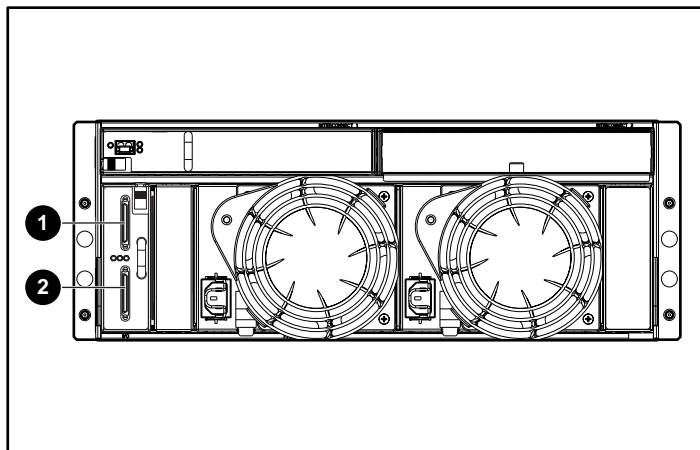

Figure 31 : Connecteurs SCSI d'expansion du MSA1000
4. Raccordez les câbles SCSI aux connecteurs SCSI d'expansion du MSA1000. Reportez-vous à la Figure 31 pour une illustration des connecteurs SCSI.
Reportez-vous à la Figure 31 pour une illustration des connecteurs SCSI.